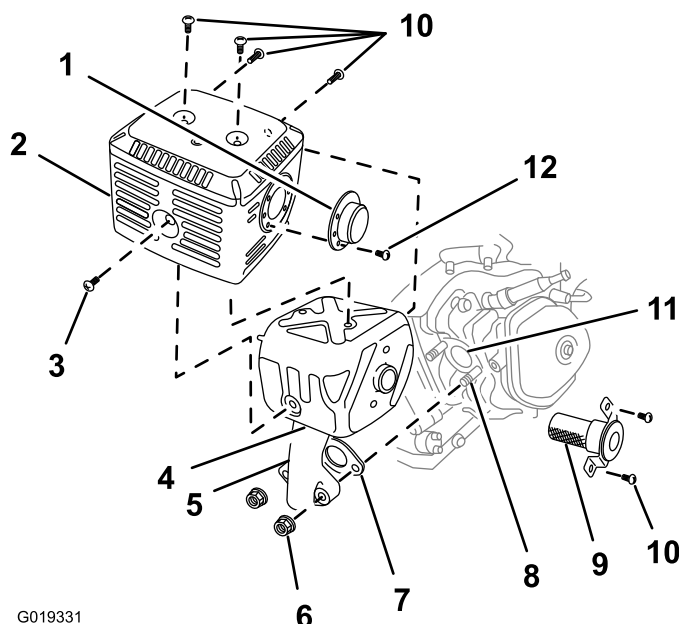

Figura 32
1. Retire las 2 tuercas (8 mm), y retire el silenciador del cilindro (Figura 32).
2. Retire los 3 tornillos (4 mm) del deflector del escape, y retire el deflector (Figura 32).
3. Retire los tornillos (5 mm y 6 mm) del protector del silenciador y retire el protector del silenciador (Figura 32).
4. Retire el tornillo (4 mm) del parachispas, y retire el parachispas del silenciador (Figura 32).